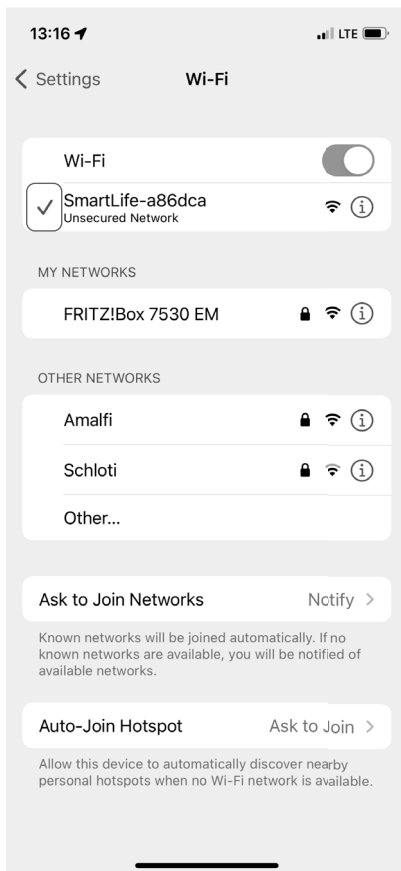

Fig. 10
- Attendez que la connexion soit établie (visible généralement à la présence d'une coche à côté du nom du réseau, **voir fig. 10**).